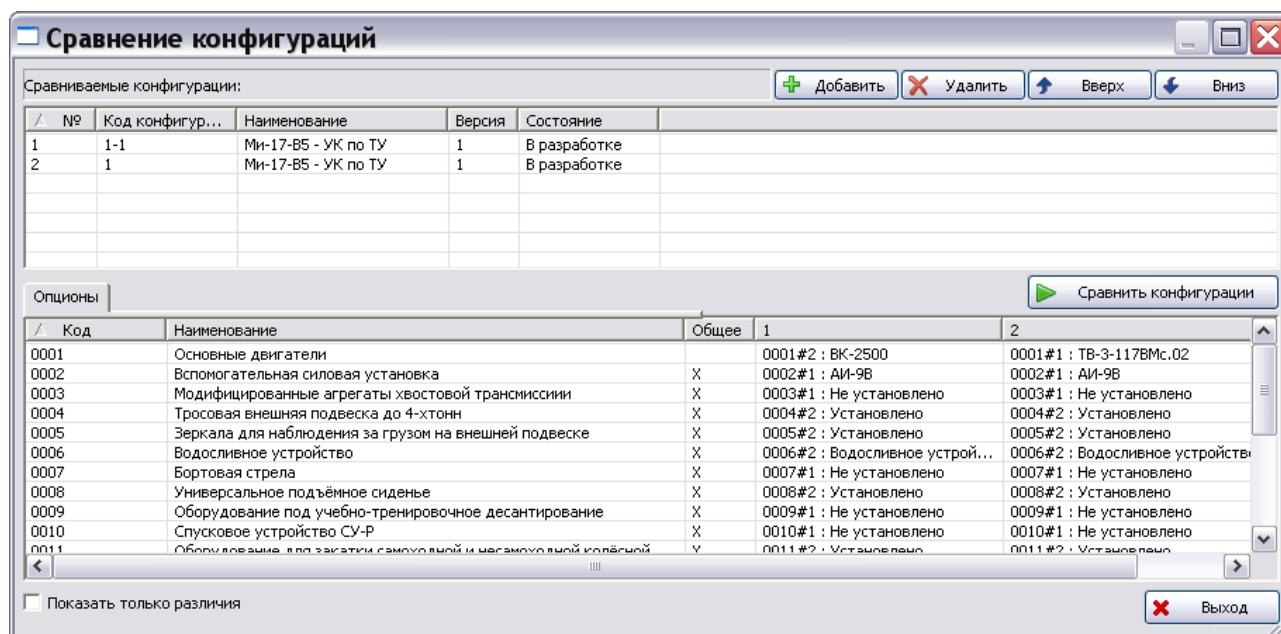

Рис. 56
- В окне **Сравнение конфигураций** нажмите на кнопку **Сравнить конфигурации**. После проведения операции в нижней части окна появятся результаты сравнения конфигураций (Рис. 56).